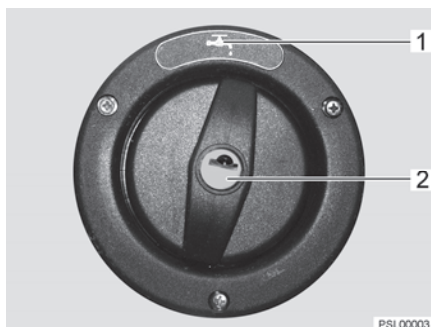

Bild 131 Lock för påfyllningsöppningen för dricksvatten
Påfyllningsöppningen för dricksvatten är märkt med symbolen "🚰" (Bild 131,1). Locket låses och låses upp med nyckeln till de utvändiga låsen (utvändiga luckorna).
- Stick in nyckeln i låscylindern (Bild 131,2) och vrid ett kvarts varv moturs.
- Öppna påfyllningsöppningen för dricksvatten (Bild 131).